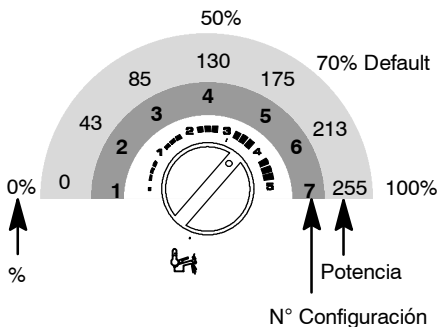

fig. 7.5
- 8 Para modificar la configuración, hay que girar la manopla regulación temperatura sanitarios en fig. 7.5 y posicionarla en el tiempo previamente elegido; (en la figura ejemplo manopla configurada en la posición 5, véase también la tabla presente en el manual caldera – capítulo Verificación regulación del gas), la lámpara de señalación centellea velozmente